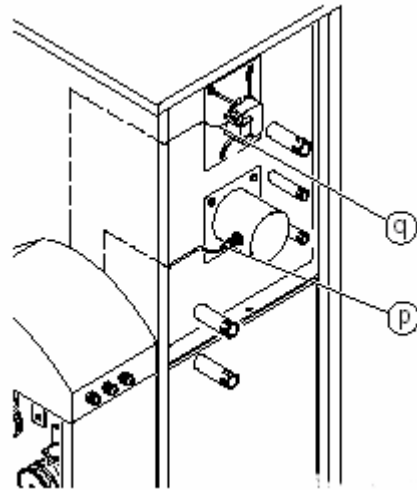

Abb.23 Rauchgasfühler
- Rauchgasfühler im Abgasstutzen an der Kesselrückseite (Abb.23)